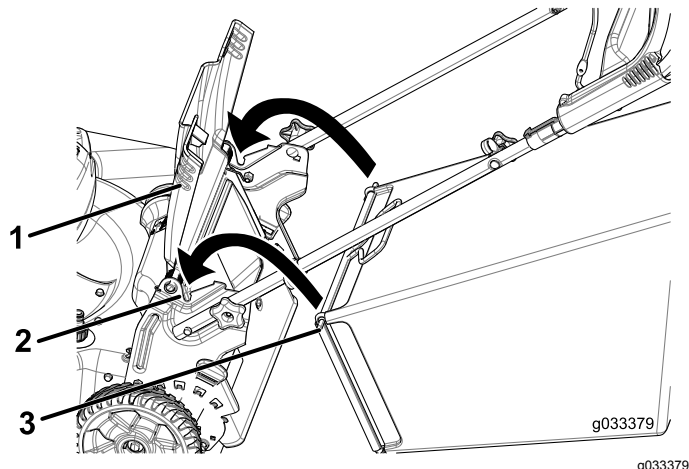

図 15
1. 後部デフレクタを上を開いてその位置に保持する図 15。
2. 集草バッグを取り付ける。バッグについているピンがハンドルのノッチに掛かったことを確認する図 15。